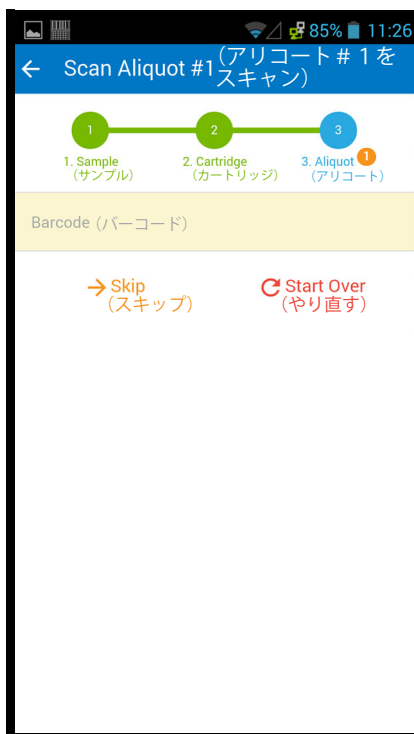

図 5-198. Cepheid Link の「アリコートをスキャン」画面
- アリコート进行スキャンする必要がある場合は、「アリコートをスキャン (Scan Aliquot)」画面が表示されます（図 5-198 を参照）。
6. (オプション) サンプルのアリコート进行スキャンする必要がある場合は、「アリコートをスキャン (Scan Aliquot)」画面が表示されます (図 5-198 を参照)。
- アリコートをスキャンする必要がある場合は、「アリコートをスキャン (Scan Aliquot)」画面が表示されます (図 5-198 を参照)。